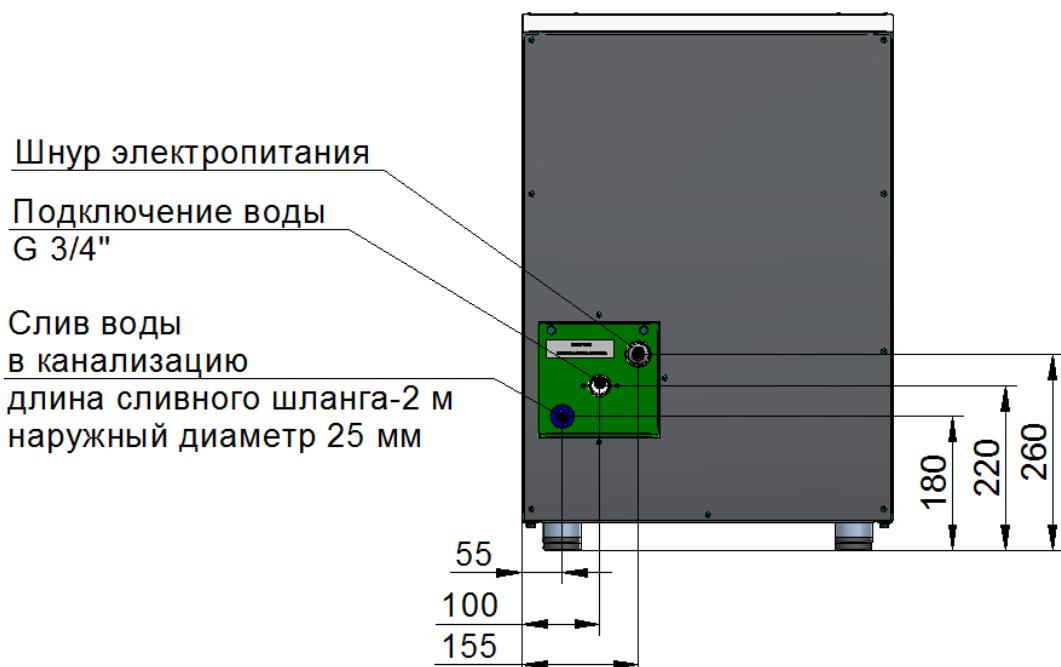

Рис. 5 Схема подключения льдогенератора
- подключить изделие к системе водоснабжения. Льдогенератор подключается к системе водоснабжения через резьбу G 3/4" (рис. 5)
- подключить изделие к системе канализации (наружный диаметр сливного шланга, поставляемого с льдогенератором равен – Ø25мм) (рис.5). Убедиться, что сливной шланг находится ниже, чем выход на задней панели, чтобы вода могла стекать;